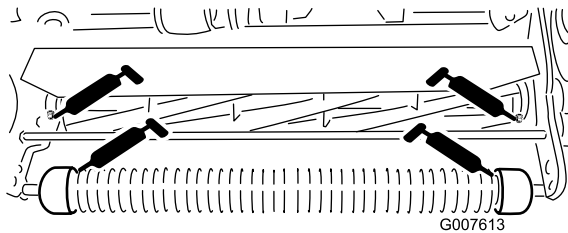

Figure 17
- 2 sur le rouleau avant (Figure 17)
- 2 sur les roulements de cylindre (Figure 17)